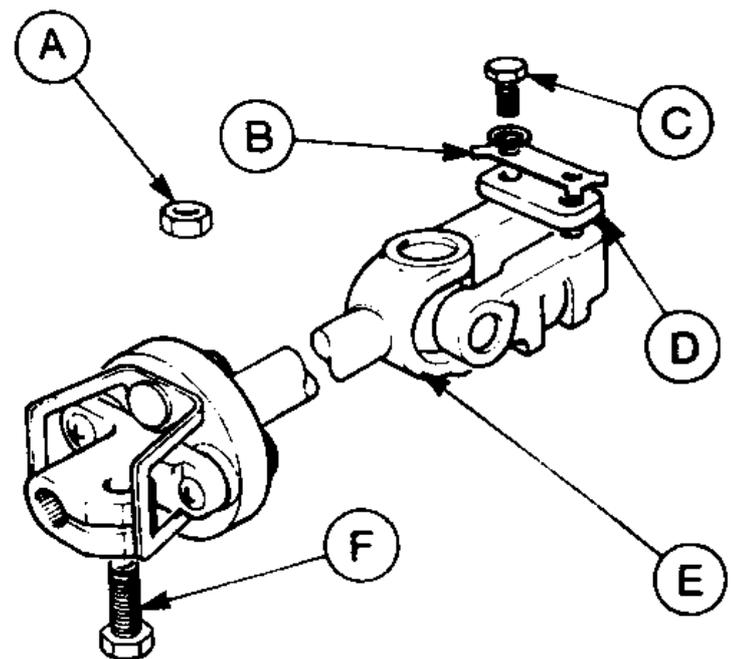

Рис. 11.27. Эластичная муфта рулевого вала (Разд.27)
1. Отверните гайку и снимите зажимной болт с пружинной шайбой, крепящий нижнюю часть эластичной муфты к реечному механизму (Рис.11.27).